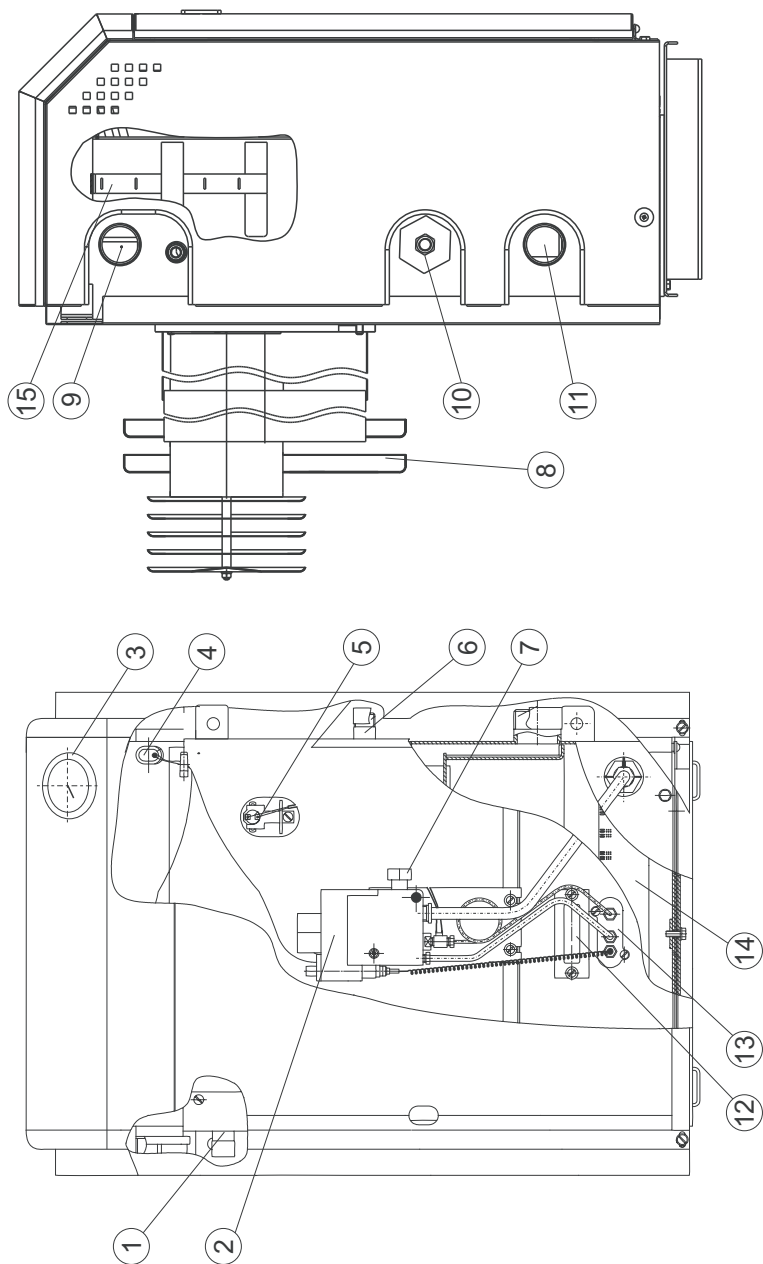

Рис. 1. Будова апарата
5.1. В конструкції апаратів потужністю 7-12 кВт передбачено місце для установки електричних нагрівальних елементів (ТЕНів) (рис.1, поз. 10) з характеристиками, зазначеними в таблиці:
Для установки ТЕНа необхідно злити воду з апарата (системи опалення), відкрити заглушку (рис.1 поз. 10) і встановити на її місце ТЕН з характеристиками, що відповідають таблиці 2. Залити воду в апарат (систему опалення). Перед запуском апарата перевірити герметичність установки ТЕНа.
Перед введенням апарата в експлуатацію необхідно залити 10-15 мл машинної оливи в стаканчик корпусу апарата (поз. 3, рис. 1)!